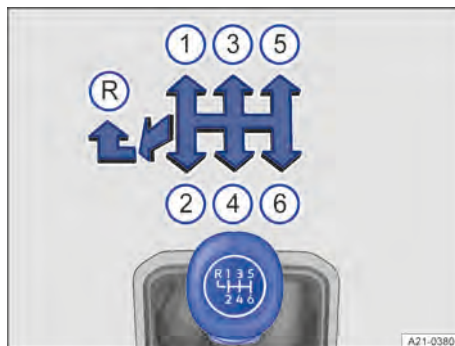

Fig. 107 Grille des vitesses de la boîte mécanique à 6 vitesses
Les positions des différentes vitesses sont représentées sur le levier de vitesses → fig. 107.
3. Appuyez sur le levier de vitesses et poussez-le complètement vers la gauche, puis vers l'avant pour l'amener en position de marche arrière → fig. 107 (R).